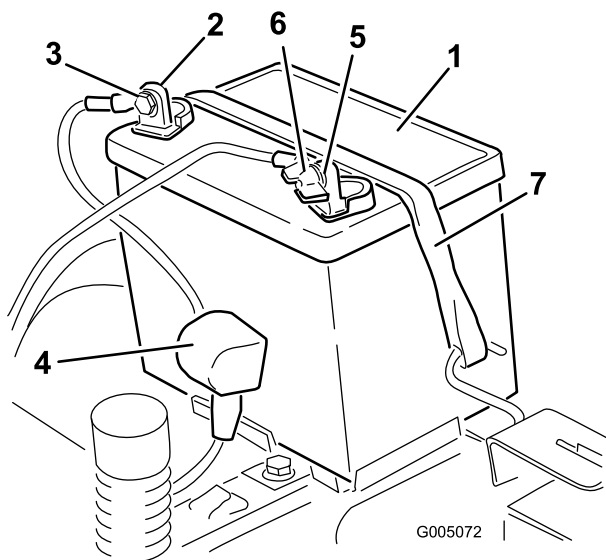

Figure 41
4. Débranchez le câble négatif (noir) de mise à la masse de la borne de la batterie (Figure 41). Conservez toutes les fixations.
5. Repoussez le capuchon en caoutchouc sur le câble positif (rouge). Débranchez le câble positif (rouge) de la borne de la batterie (Figure 41). Conservez toutes les fixations.
6. Déposez la barrette de maintien de la batterie (Figure 41) et soulevez la batterie de son support.
1. Placez la batterie dans son support (Figure 41).
5. Fixez la batterie en place à l'aide de la barrette de maintien (Figure 41).